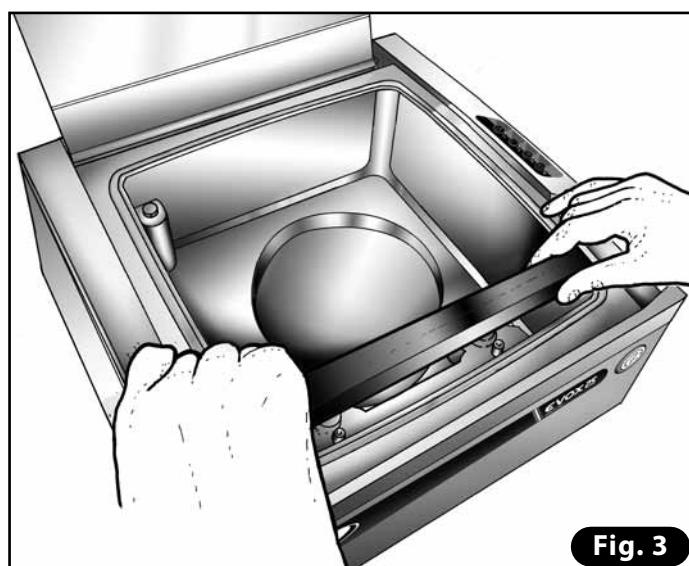

Fig. 3
8.1.5 PULIZIA DELLA BARRA SALDANTE (Fig. 3)